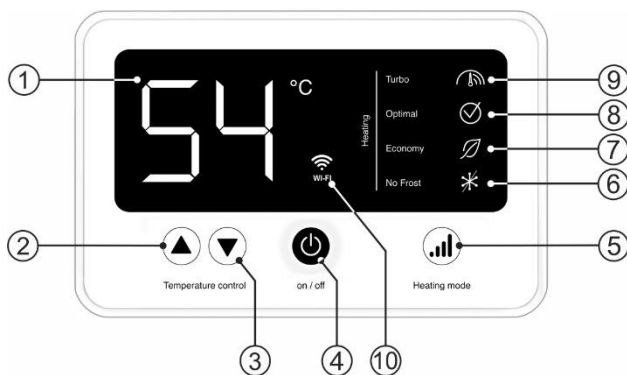

Рисунок 2. Электронная панель управления
Рисунок 2: 1 – LCD дисплей, 2 – кнопка «▲» Temperature control / увеличение температуры нагрева, 3 – кнопка «▼» Temperature control / уменьшение температуры нагрева, 4 – кнопка «on/off» / вкл./выкл, 5 – кнопка «Heating mode» / установка мощности нагрева, 6 – индикация режима «No Frost», 7 – индикация «Economy» / Минимальная мощность, 8 – индикация «Optimal» / стандартная мощность, 9 – индикация «Turbo» / максимальная мощность, 10 – функция «Wi-Fi».
Включение/выключение ЭВН осуществляется центральной кнопкой на панели управления «on/off» (Рис. 2, п.4), при этом на дисплее показывается заданная температура нагрева. Через 2,5 секунды после этого на дисплей выводится текущая температура воды в ЭВН. Выбор мощности нагрева осуществляется кнопкой «Heating mode» (Рис. 2, п.5), на панели управления. Режим 2 кВт сопровождается индикацией контрольной лампы «Turbo» (Рис. 2, п.9), 1,3 кВт - индикацией контрольной лампы «Optimal» (Рис. 2, п.8), а 0,7 кВт - индикацией контрольной лампы «Ecopower» (Рис. 2, п.7). Включение режима антизамерзания сопровождается индикацией контрольной лампы «NO Frost» (Рис. 2, п.6).
В процессе эксплуатации ЭВН потребитель может регулировать температуру нагрева при помощи двух клавиш «▲» «▼» Temperature control (Рис. 2, п.2 и п.3).
2. Одновременно нажмите и удерживайте кнопки 2 и 3 на панели водонагревателя (рис. 2). Появится индикация Wi-Fi (п.10, рис. 2).